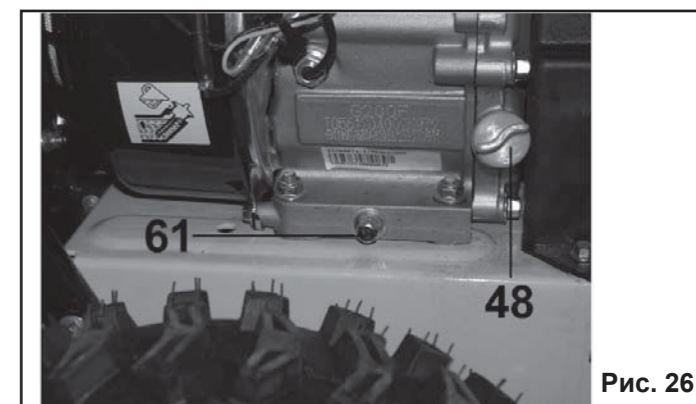

Рис. 26
9.3. Замена масла в двигателе (Рис.26).